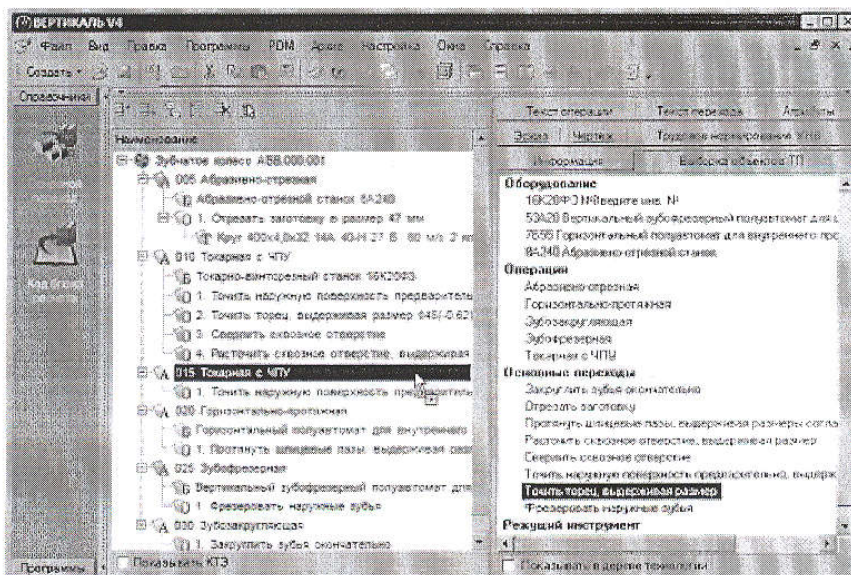

Рисунок 29
18. Откройте вкладку Выборка объектов ТП (рис.29). Найдите в списке переход *Точить торцы в размер*, щелкните на нем левой кнопкой мыши и, не отпуская её, перетащите переход на наименование операции 015 Токарная с ЧПУ.